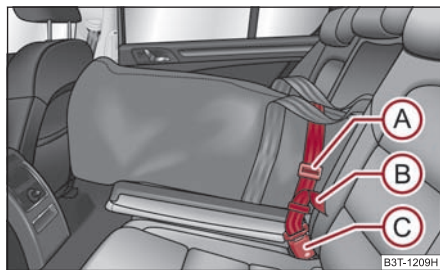

Fig. 122 Seguro de la bolsa para carga de gran longitud en el cierre central del cinturón de los asientos traseros
- Inserte el cinturón de seguridad de la bolsa para carga de gran longitud (A) en el cierre del cinturón central (C) ⇒ fig. 122.
- Apriete fuertemente el cinturón de seguridad por el extremo libre (B).